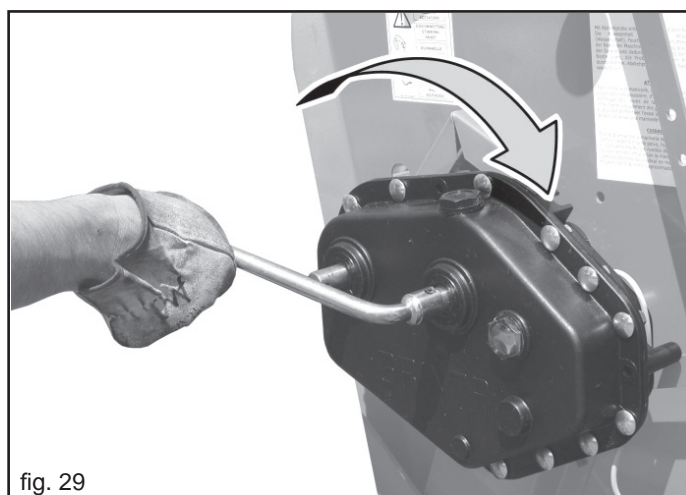

fig. 29
- 4) Die Kurbel (Abb. 29) in die Getriebebspindel einsetzen und im Uhrzeigersinn drehen.